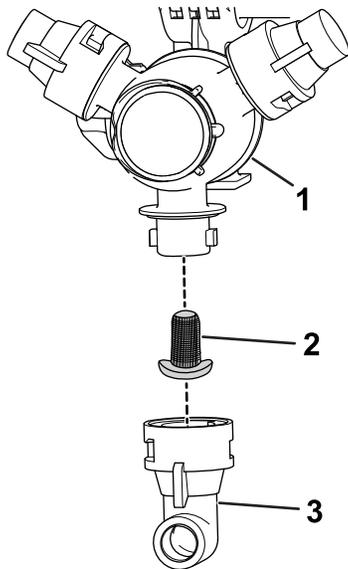

Figura 62
2. Retire la boquilla de la torreta de fumigación (Figura 62).
3. Retire el filtro de la boquilla usado (Figura 62).
4. Instale el filtro de la boquilla nuevo (Figura 62).
5. Instale la boquilla en la torreta de fumigación (Figura 62).